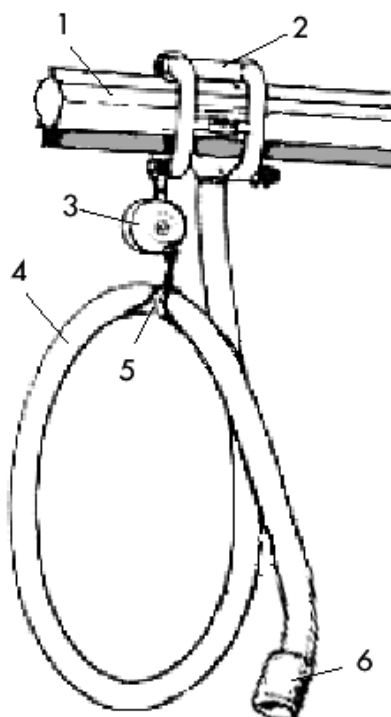

Рис. 13
На каретку установить балансир (3) и подсоединить шланг (4) к соплу каретки (см. рис. 13). Балансир подвешивается на той стороне каретки, которая направлена в сторону движения автомобиля. Шланг подвесить к тросику балансира через резиновую поддержку (5). Соединить газоприемную насадку (6) и шланг (4). Шланг на каретке и газоприемной насадке затянуть хомутами. Расположить резиновую поддержку по длине шланга и отрегулировать натяжение балансира таким образом, чтобы газоприемная насадка находилась на высоте 1-2 м над уровнем пола.